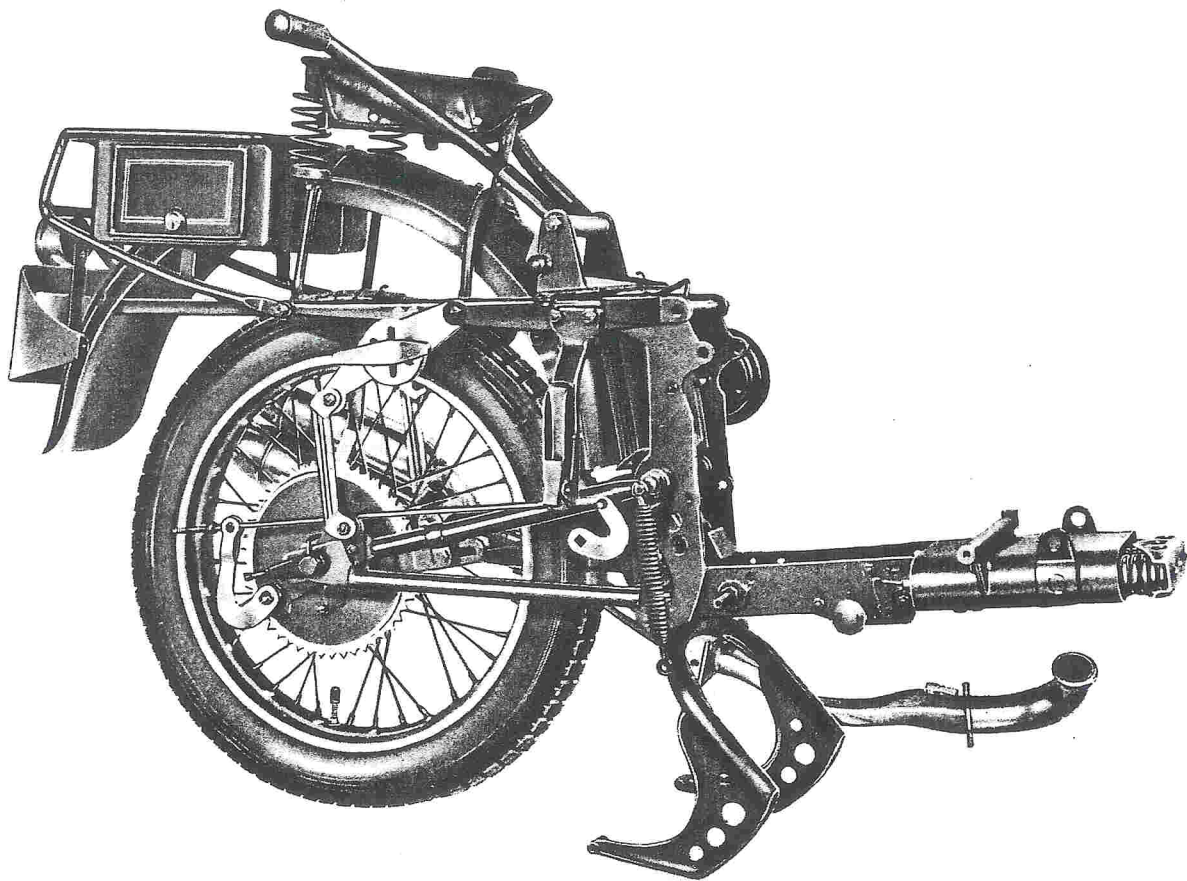

Fig. 28 - Parte posteriore del telaio
- il portapacchi con le cassette portafferri e il parafango (vedere fig. 28).